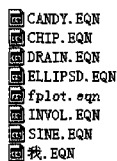
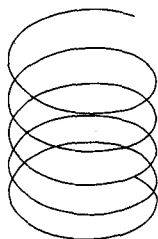

图 3
图 4
把编辑好的文件另存在文件夹chooks中, 并进行命名, 如“我.EQN”, 如图3所示。
(3) 调用函数方程绘图 单击 Create→Next menu→addins→Fplot, 点击“Get”便可打开文件夹chooks, 如图3所示。从中找出文件名为“我.EQN”的文件, 运行“Plot it”便可得到所要的图形, 如图4所示